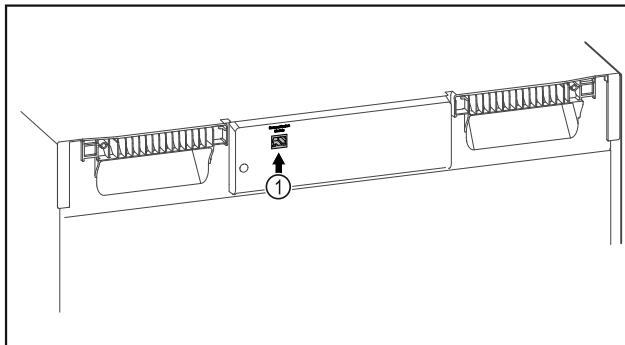

Fig. 88
- SmartModule Fig. 88 (1) ist eingesetzt.